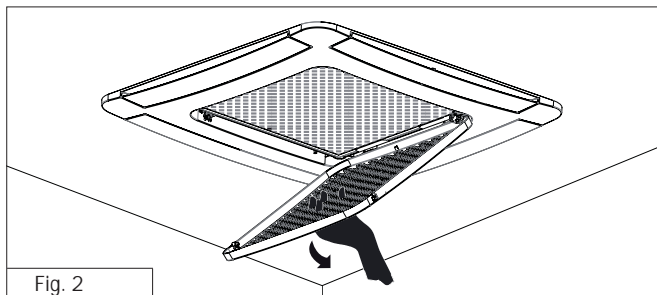

Fig. 2
2. Drag panelen nedåt utan utan onödig kraft (Fig. 2).